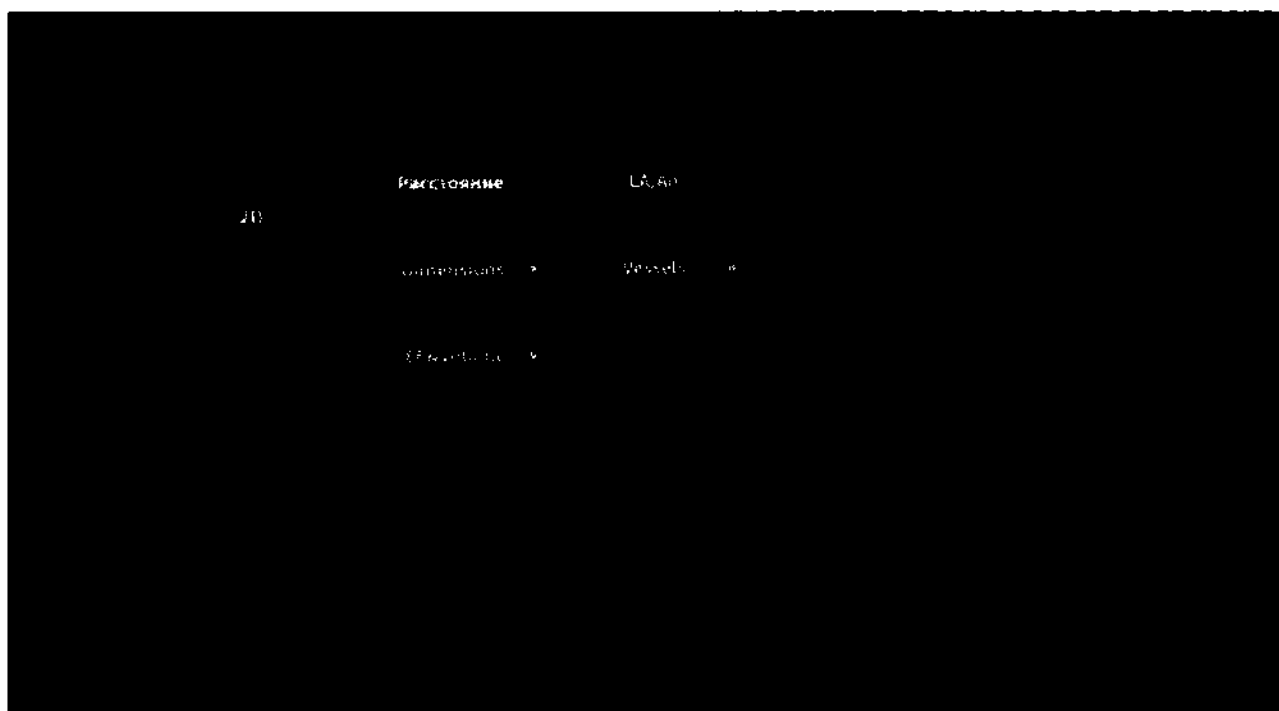

Рисунок 24
- Пример интерфейса режима измерений приведен на рис. 24.